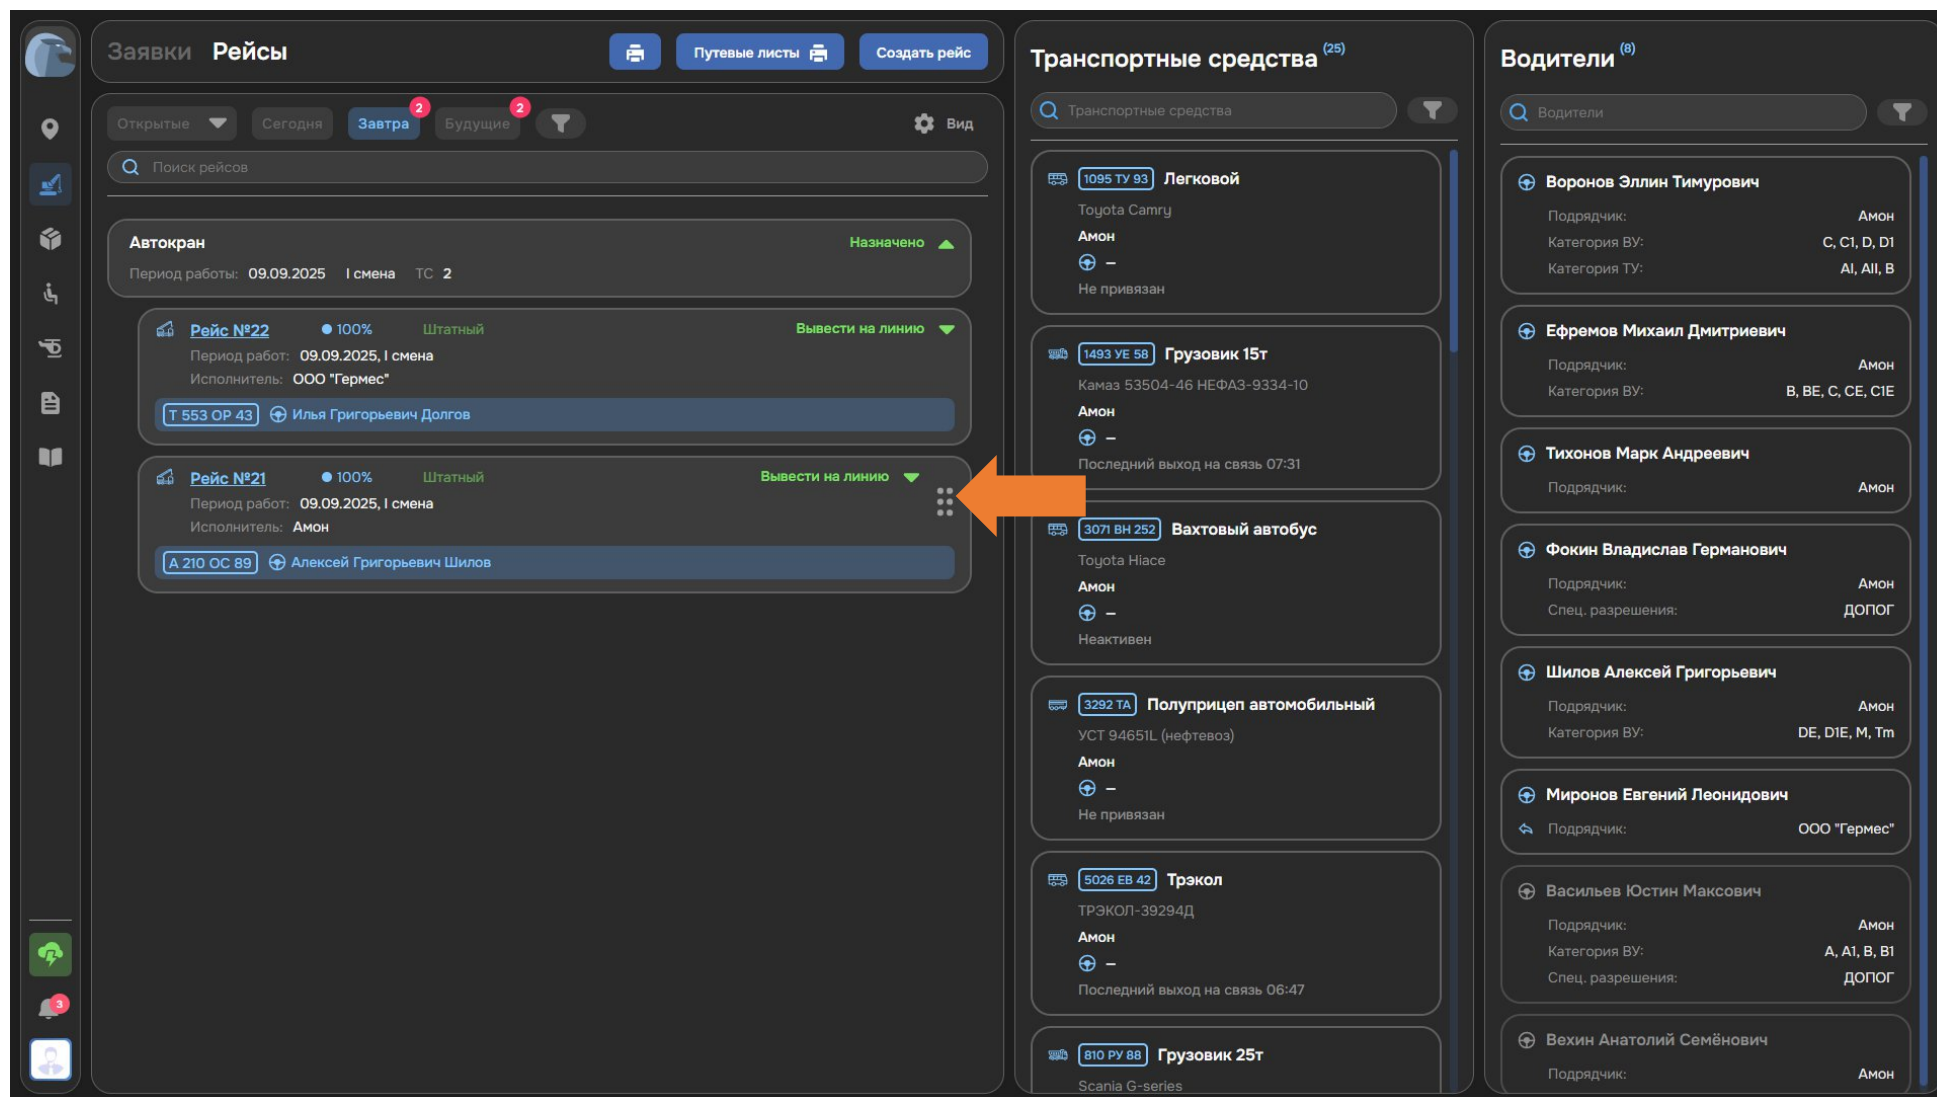

Рисунок 58. Вкладка «Рейсы» раздела «Спецтехника»
2. Перейдите во вкладку «Рейсы» (см. Рисунок 58).
3. Откройте нужный Рейс для просмотра информации о нем (см. Рисунок 58).